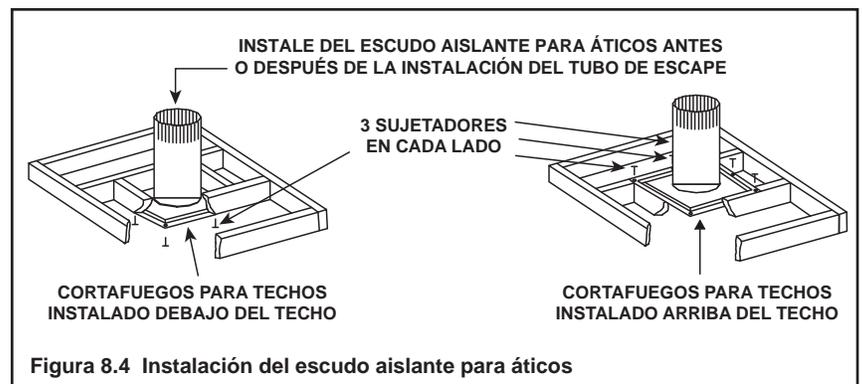

Figura 8.4 Instalación del escudo aislante para áticos
- El cortafuegos para techos puede ser instalado sobre o debajo de las vigas del techo si se instala un escudo aislante para áticos. Instale el cortafuegos para techos debajo de las vigas entre pisos sin aislamiento. Consulte la Figura 8.4.